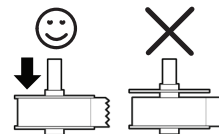

Figure 6
- Le guide de la bobine d'étiquettes doit être poussé directement contre le rouleau d'étiquettes, sans aucun espace. Voir Figure 6.
- 5 Glissez le guide de la bobine du côté droit de la bobine et appuyez bien le guide contre le côté du rouleau d'étiquettes **sans laisser aucun espace** entre le rouleau et la bobine. Voir Figure 6.